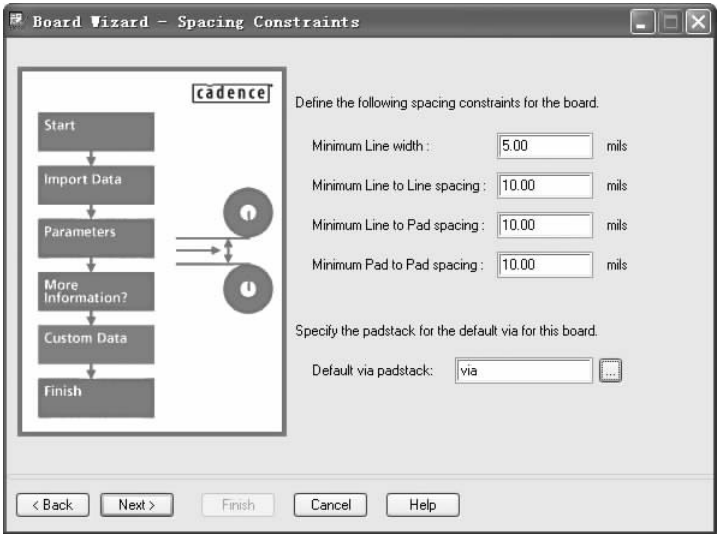

图 12-82 “Board Wizard – Spacing Constraints（板向导模板）”对话框
11) 单击 **Next >** 按钮，进入图 12-82 所示的对话框。在这个对话框中设定电路板中的一些默认限制和默认贯孔。